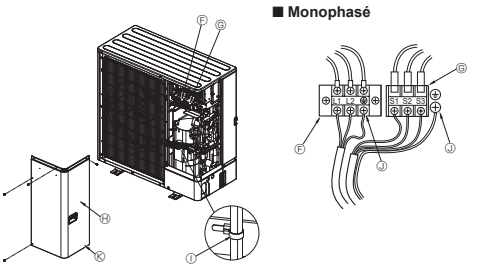

Fig. 7-2
7.1. Appareil extérieur (Fig. 7-1, Fig. 7-2)
- ① Retirez le panneau de service.
- ② Effectuez le câblage conformément à la Fig. 7-1 et à la Fig. 7-2.